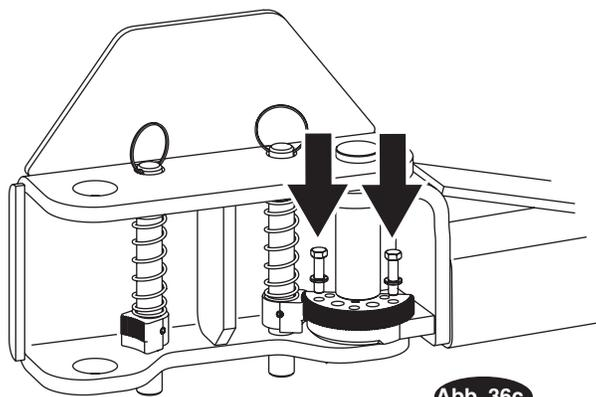

Abb. 36c
Dann die (3) 3/8"-16NC x 1-1/2" HHCS, Härtegrad 8, (insgesamt 12 für alle 4 Arme) und 3/8" Federringe in der Führung und Arm montieren, aber nicht anziehen. Abb. 36c, Abb. 37 und Abb. 38 beachten.